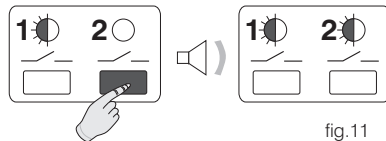

fig.11
- Maintenir la **touche 2** enfoncée jusqu'à l'émission d'un seul signal sonore, puis la relâcher. Les deux **LEDS** clignotent. Le **canal 2** est préréglé pour être asservi au **chronothermostat "Master"** (fig. 11).